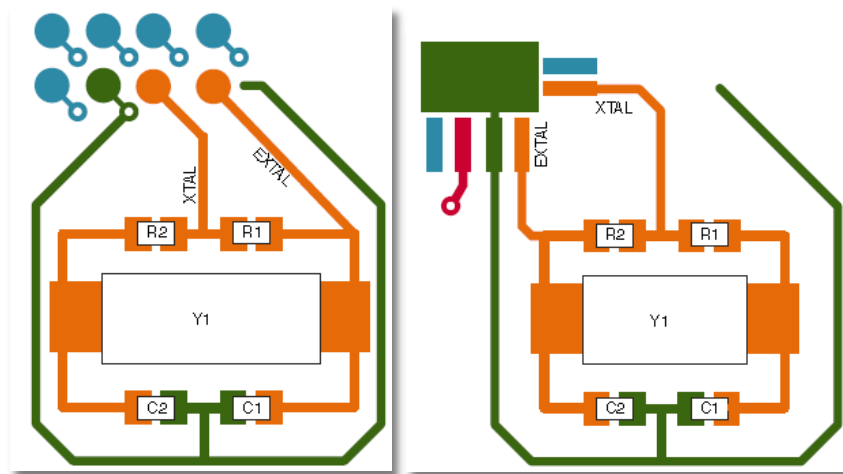

图 104 BGA和LQFP封装建议的晶体Layout布局
4. 晶体及其负载元件周围应放置一个防护环，防止安装层上的相邻信号发生串扰。此防护环可以从晶体引脚相邻的VSS引脚起始，图 104所示分别是推荐的BGA封装和LQFP封装的晶体Layout布局。